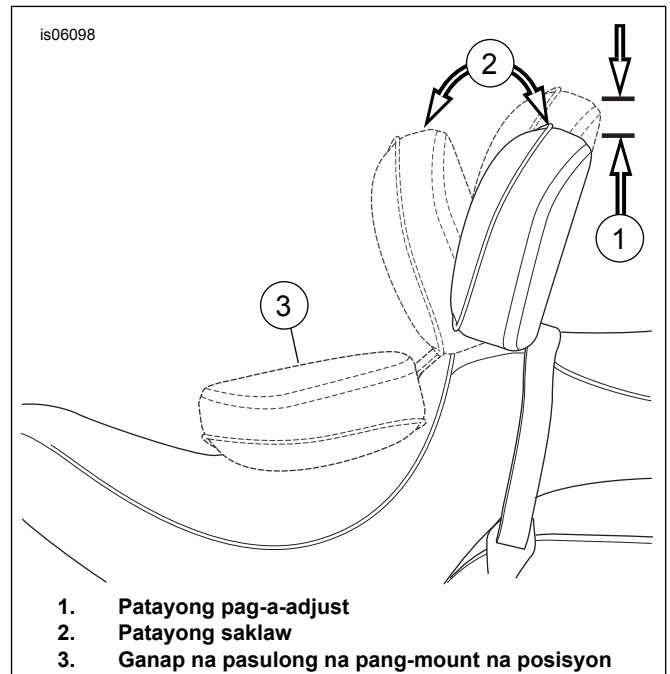

Figure 8. Mga Posisyon ng Backrest
7. Figure 8 Habang nakapuwesto ang backrest at upuan, itulak ang backrest tungo sa ganap na harapang posisyon (3). Ang mekanismo ng backrest ay didiin sa ilalim na panig ng upuan at sa ipinasok na pamprotekta ng upuan.
1. Figure 8 Ang pang-adjust na handle ay ginagamit para igalaw ang backrest pad nang pasulong at paatras.
2. Upang i-adjust ang backrest pad nang pasulong o paatras (2), itulak ang handle. Ang pagsandal sa backrest pad ay makakatulong sa pag-a-adjust nito nang paatras. Ang hindi pagsandal sa backrest pad habang itinutulak ang handle ay magpapaabante sa backrest sa ganap na pasulong na posisyon nito. Ang pagbitiw sa hawakan ay magla-lock sa backrest sa posisyon.
3. Upang i-adjust ang backrest pad pataas at pababa (1), hilahin ang knob sa likuran ng pad. Igalaw ang backrest pataas o pababa hanggang sa ninanais na posisyon tapos bitawan kapag nasa ninanais na posisyon na ang pad.